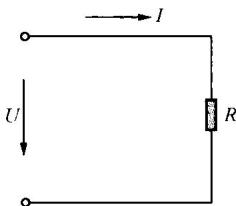

图 1-1 部分电路
(9) 部分电路欧姆定律——通过电阻的电流，与电阻两端所加的电压成正比，与电阻成反比，如图 1-1 所示，即